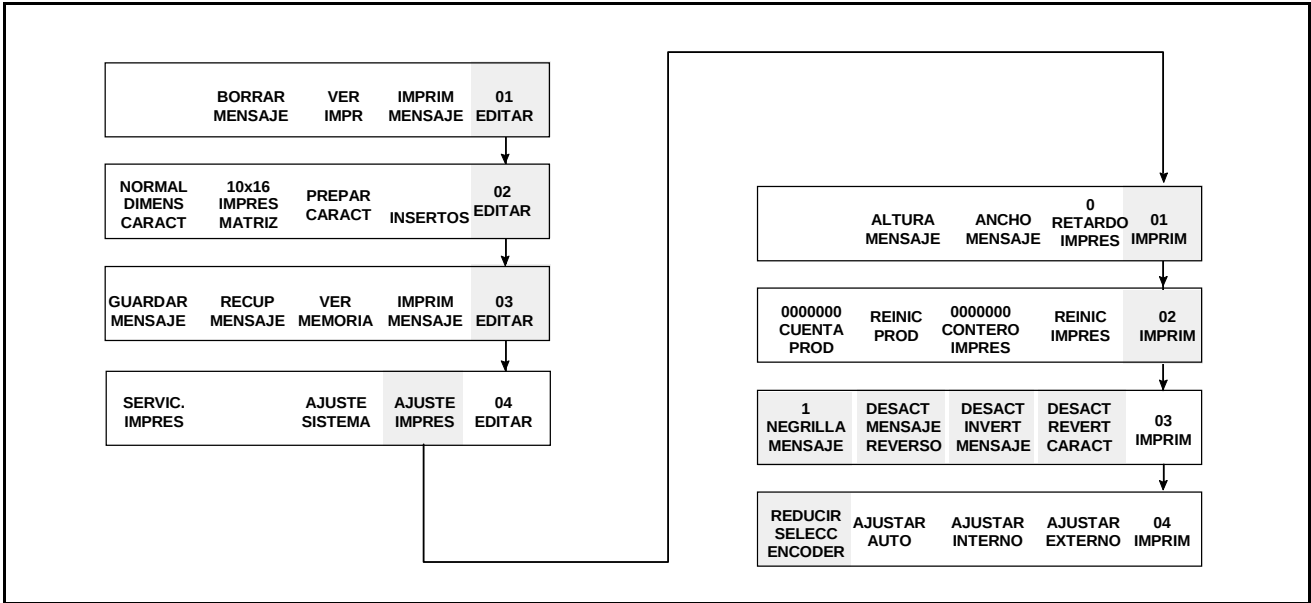

Figura 8-12. Acceso al Marco <04 IMPRIMIR>
- 1. Comience en el Marco <04 IMPRIMIR>. Vea la Figura 8-12.